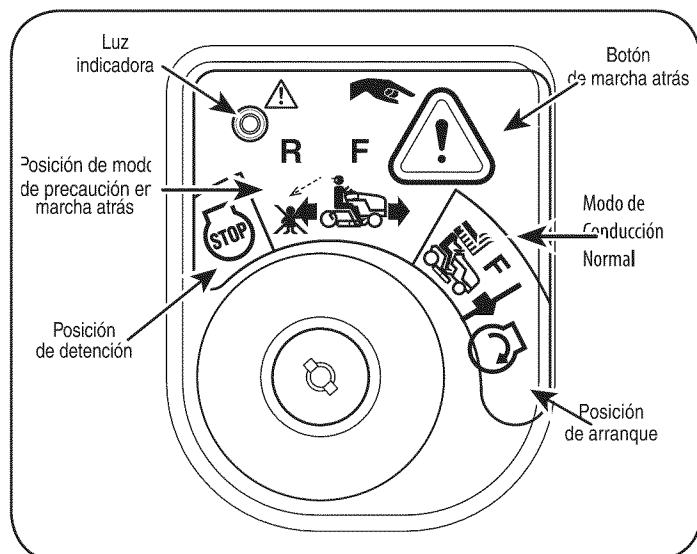

Figura 31
2. Gire la llave de la siega NORMAL (verde) la posición en el modo de PRECAUCIÓN INVERSOR (Amarillo) la posición del módulo de interruptor de llave. Ver Figura 31.
3. Presione el botón PUSH INVERSOR (Orange, botón triangular) en la esquina superior derecha de la tecla de módulo de conmutación. La luz indicadora de color rojo en la parte superior izquierda del módulo de conmutación clave será ON mientras activado. Ver Figura 31.